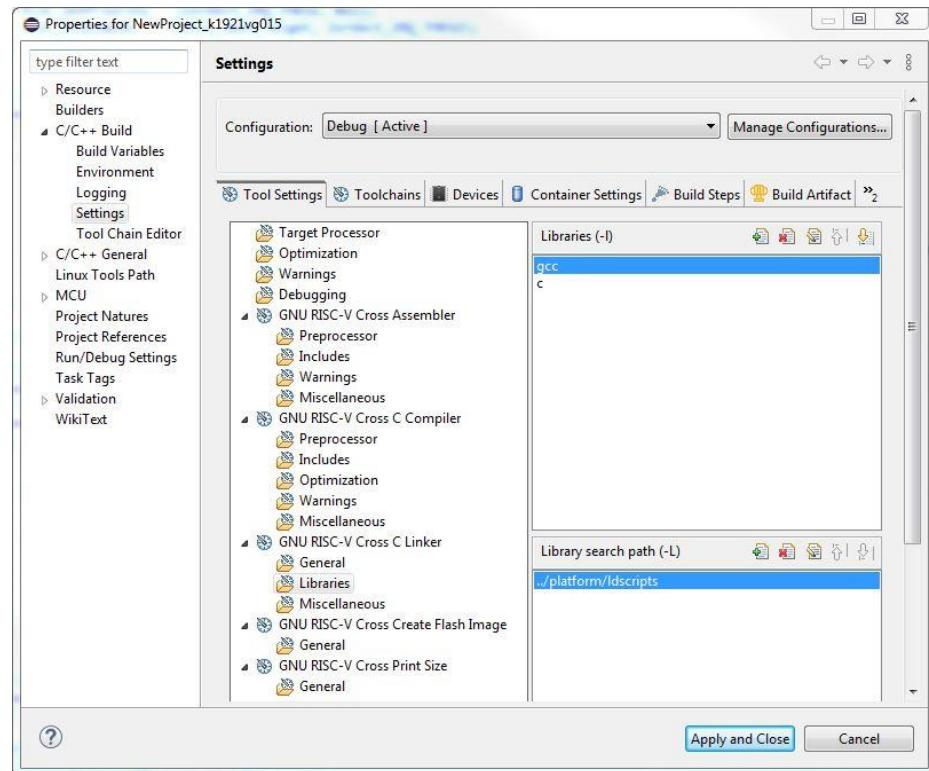

Рисунок 3.27 – Указание библиотек линкера и путей к ним
7. Указать библиотеки линкера и путь к ним (см. рисунок 3.27).